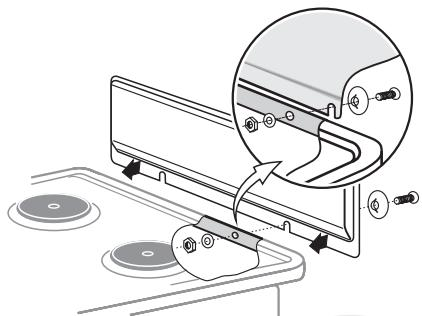

Рис. 16
- Щиток (при наличии) закрепляется перед установкой плиты (рис.16).